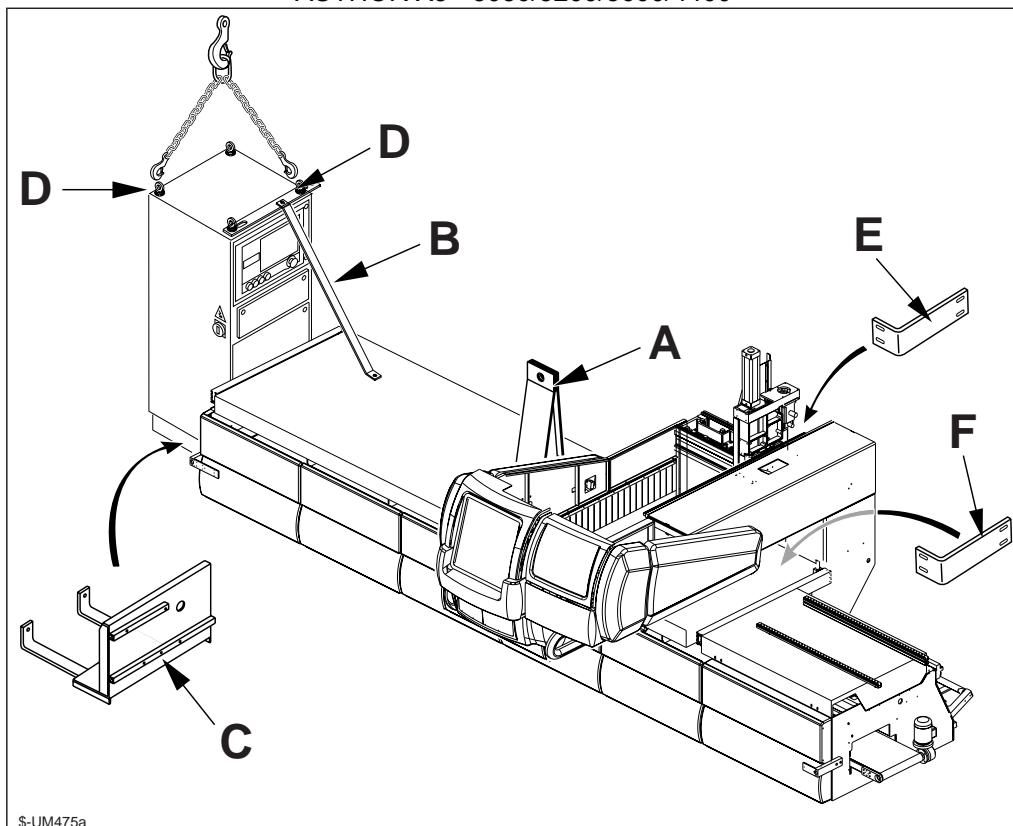

Fig. 4.4a
- Per sostenere l'armadio elettrico utilizzare corde o catene di sollevamento agganciandole ai golfari D (Fig. 4.4a).